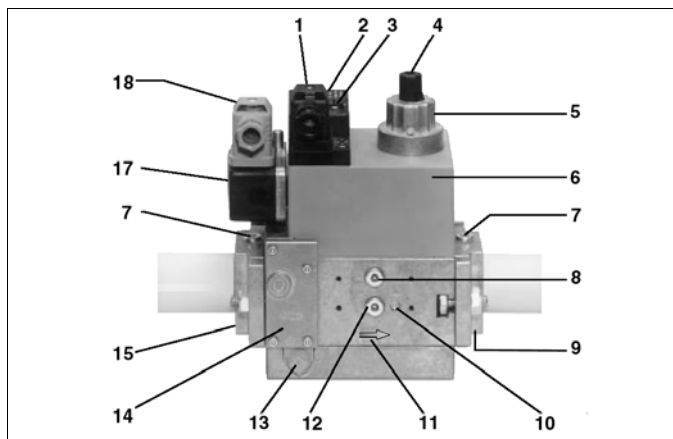

Fig. 19
- 1 Accendere il bruciatore portando a ON l'interruttore principale **S1** del bruciatore (Fig. 19); in caso di blocco (segnalato dal LED **B1** del quadro di controllo) premere il pulsante RESET (**S2**) presente sul quadro del bruciatore (vedi Fig. 19). Consultare il capitolo "Funzionamento";